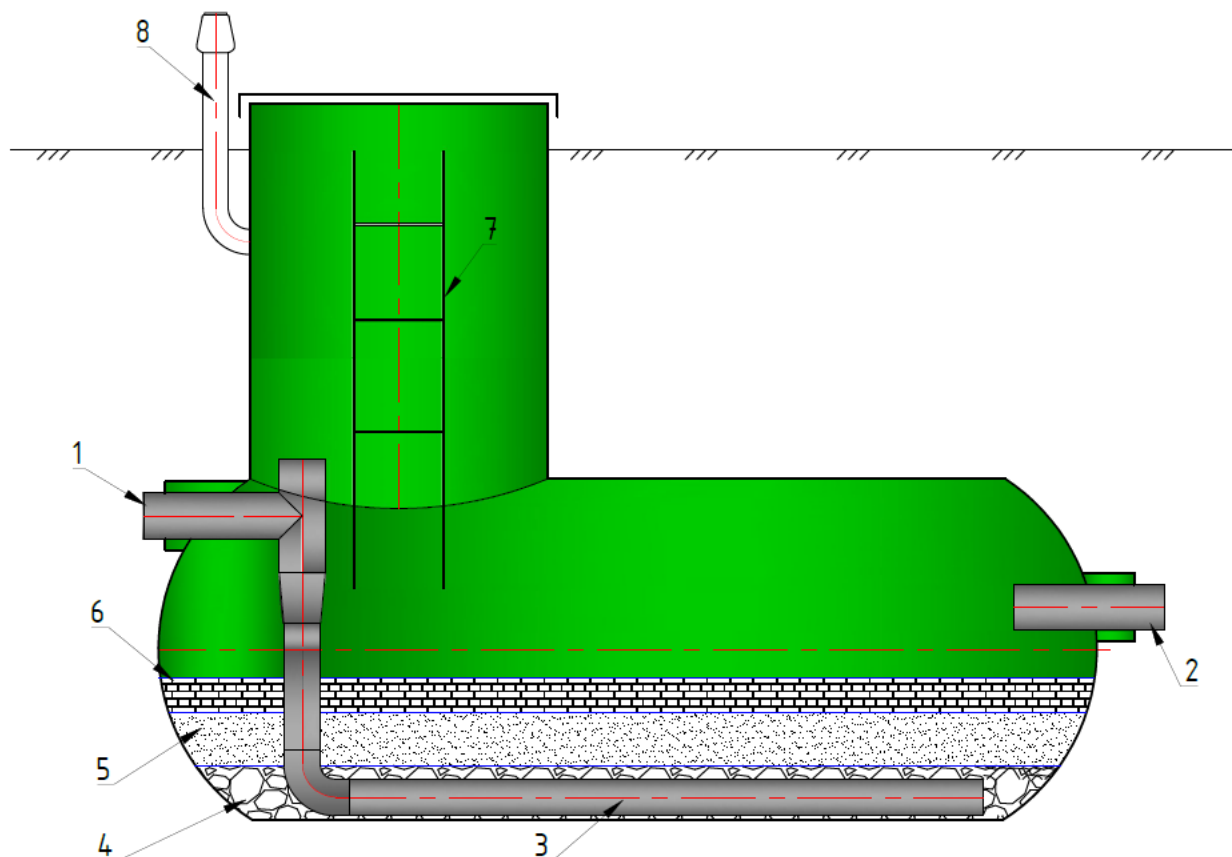

Рис.1. Общий вид установки
Сточные воды через подводящий трубопровод 1 (см. рис.1) поступают в дренажно-распределительную трубу (3), размещаемую в нижней части установки. Поддерживающий слой в дренажной системе – гравийная загрузка (4). Равномерно распределенная сточная вода через щели коллектора восходящим потоком проходят через слой песчаной загрузки